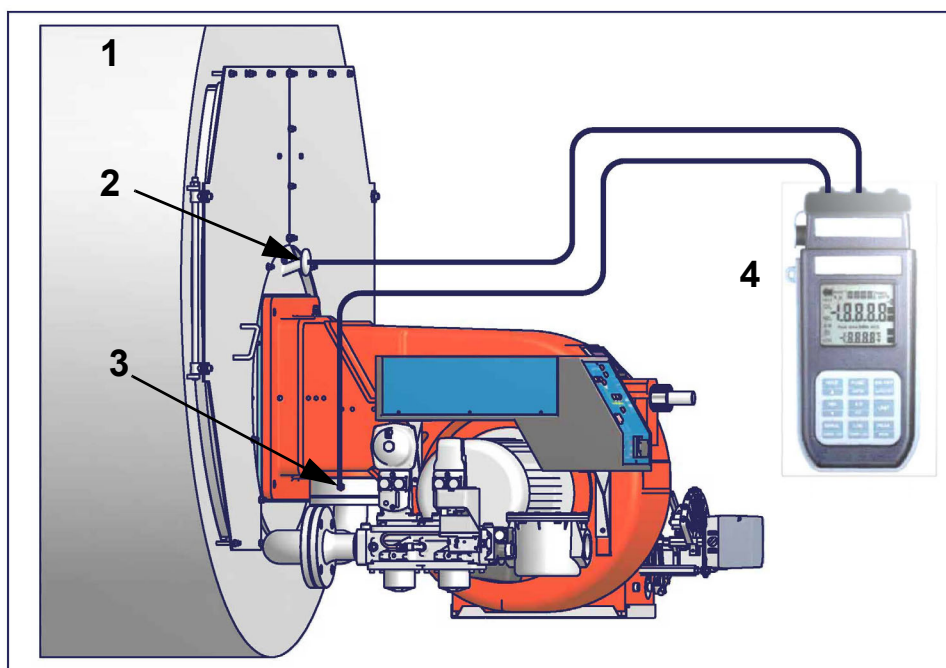

Рис. 2
- 2 Поднимите пластину с помощью винтов, как показано на рис. 2
Кривые давления газа в голове сгорания горелки, в зависимости от расхода газа, действительны только в том случае, если горелка правильно отрегулирована (процентное содержание остаточного O_2 в уходящих газах - как в таблице "Рекомендуемые параметры выбросов", а CO - в пределах нормы). На этой фазе голова сгорания, дроссельный клапан и сервопривод находятся в максимально открытом положении. Смотрите Рис. 2, на котором изображено, как правильно измерить давление газа, принимая во внимание значения давления в камере сгорания, снятые с манометра или пользуясь техническими характеристиками котла/утилизатора.